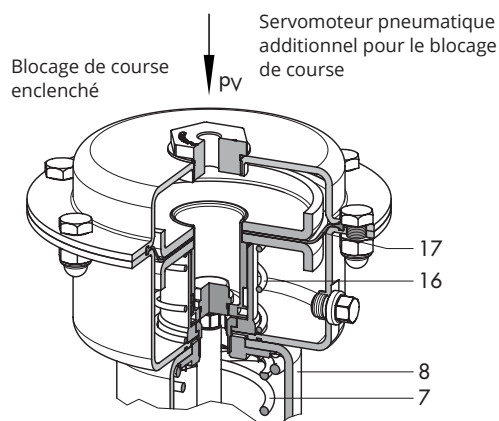
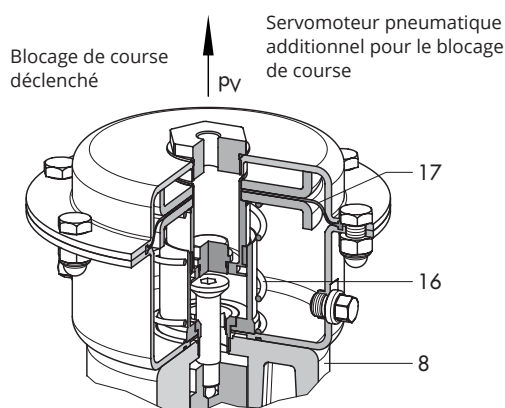

Fig. 5.1 : Blocage de course pneumatique : types 2371-10/-11
Fig. 5.2 : Blocage de course pneumatique : types 2371-10/-11
Blocage de course pneumatique (cf. Fig. 5.1 et Fig. 5.2)
Pour que la vanne repasse en fonction régulation, il suffit de relâcher la pression $p_v = 1$ bar. Le ressort de rappel (16) repousse le servomoteur additionnel de sorte à libérer de nouveau la tige de clapet pour la régulation (cf. Fig. 5.2).
Pour que la vanne repasse en fonction régulation, il suffit de relâcher la pression $p_v = 6$ bar. Le ressort de rappel (16) repousse le servomoteur additionnel de sorte à libérer de nouveau la tige de clapet pour la régulation (cf. Fig. 5.2).